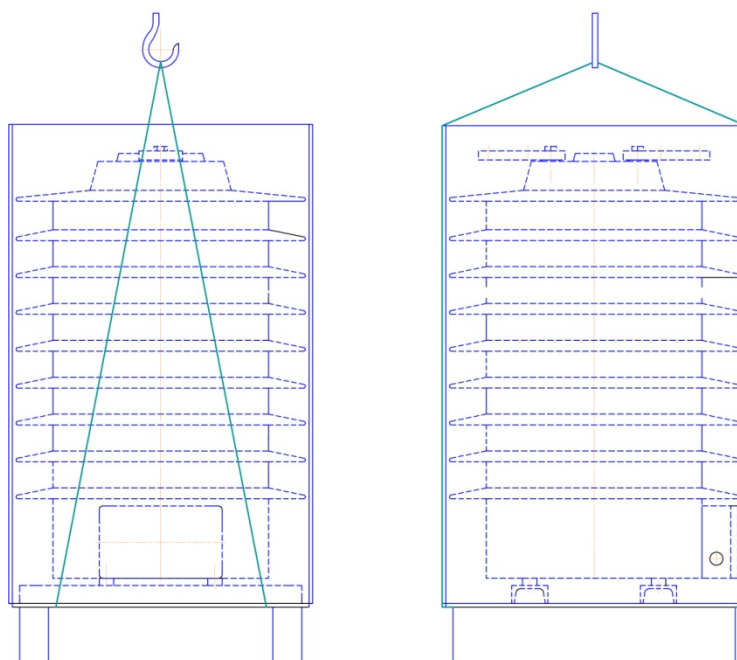

Рис. 1
8.4 При проведении такелажных работ рекомендуется производить строповку трансформатора в транспортировочной раме по схеме, указанной на рис.1.